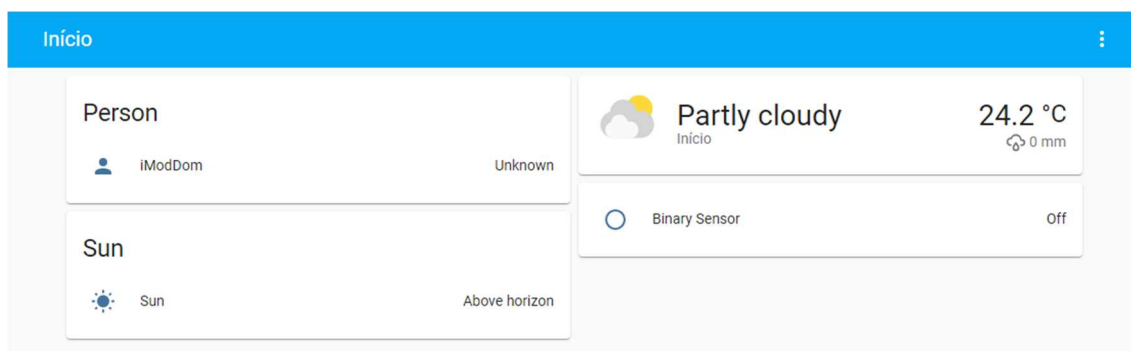

Figura 9 - Aspeto Final do Painel Principal
7. Quando o *upload* estiver concluído, adicione a nova integração e de seguida vá até ao painel principal em “*Overview*” e adicione um novo cartão com o sensor binário que está presente no código (Figura 9).